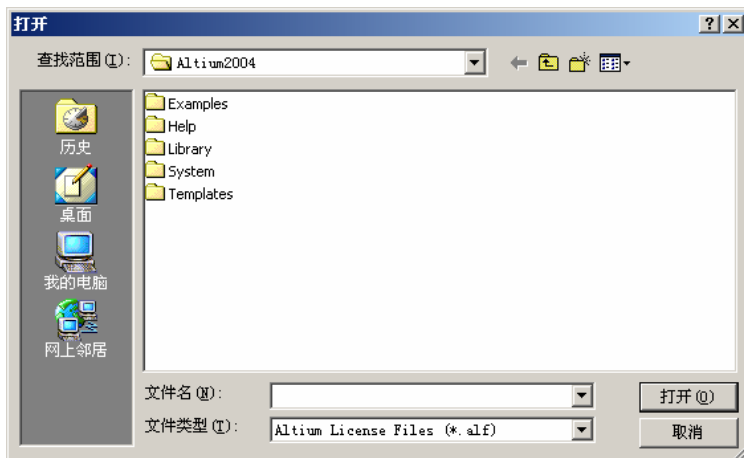

图 1.11 “打开”对话框
(1) 在“DXP Licensing”栏内的“Licensing Mode”选项栏中选择软件许可证类型，“Standalone”表示单机版软件许可证，“Network”表示网络版软件许可证。选择“Standalone”选项，然后单击“Available License”区域内的“Add license file”超链接，打开如图 1.11 所示的“打开”对话框。